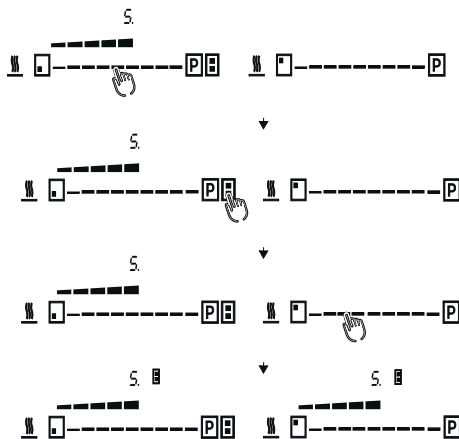

Abb. 66
Um die Brückenfunktion zu aktivieren, drücken Sie die Sensortaste Brückenfunktion (P) auf dem Bedienfeld (Kochfelder 1 oder 4). Das Brückensymbol wird auf der Anzeige der entsprechenden Kochfeldern angezeigt, auf denen Sie die Brückenfunktion ausgewählt haben (Abb. 66).